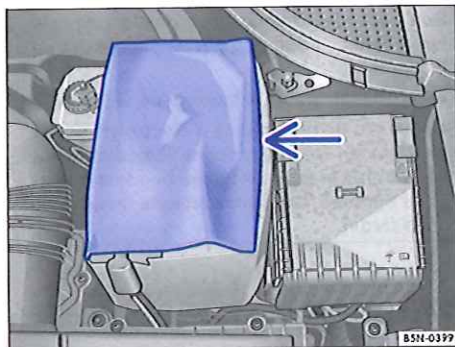

Fig. 197 Dans le compartiment-moteur : rabattement du soufflet de la batterie du véhicule.
- Dans le cas d'un soufflet \Rightarrow fig. 197 : rabattez le cache sur le côté.